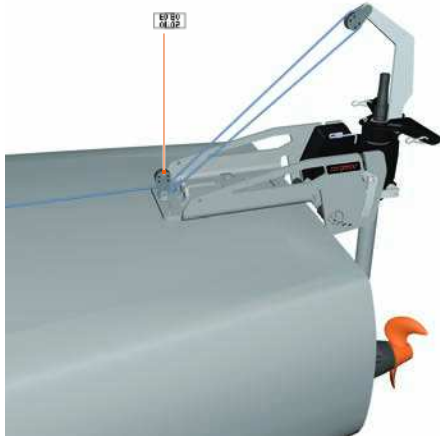

Fig. 65: Kabeltrek 1103 AC modellen
1. Haak de karabijnhaak van de zwenklijn (11) in de zwenkarm (12).
2. Haal de zwenklijn (11) door een van beide geleidingen (10).
Bij het model 1103 AC moet de zwenklijn (11) door de kabeltrek worden geleid, zie "**Fig. 65: Kabeltrek 1103 AC modellen**".
3. Bevestig de zwarte kraal aan het uiteinde van de zwenklijn (11).